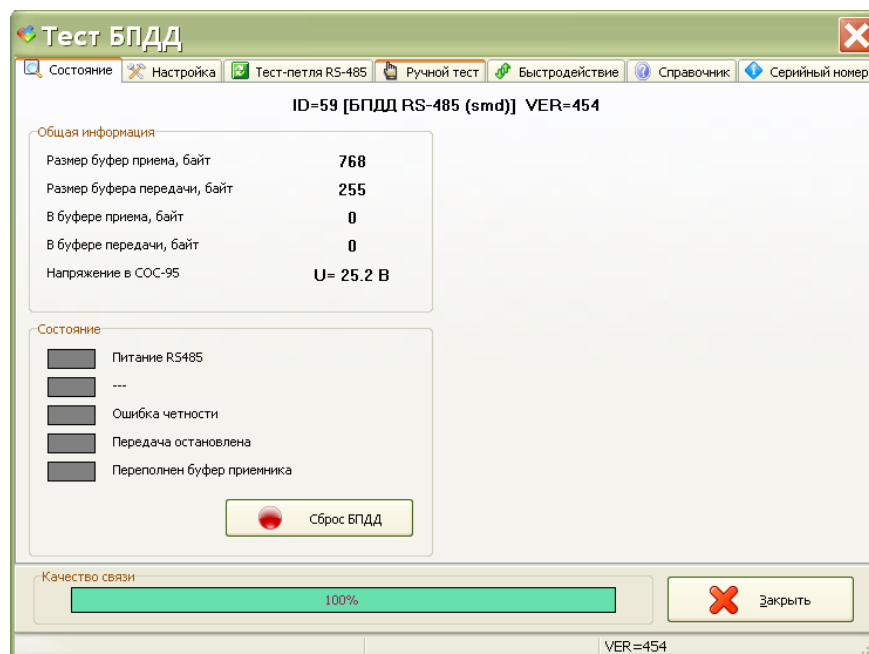

Рисунок 33 - Окно параметров БПДД-RS
- 4) В окне поиска выполните двойной клик левой кнопкой мышки по адресному блоку, например, БПДД-RS. Откроется окно параметров блока БПДД-RS (рисунок 33).